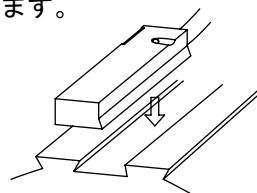

図1
- ①スイッチをシリンダ本体取付溝に上面より挿入してください。（図1）